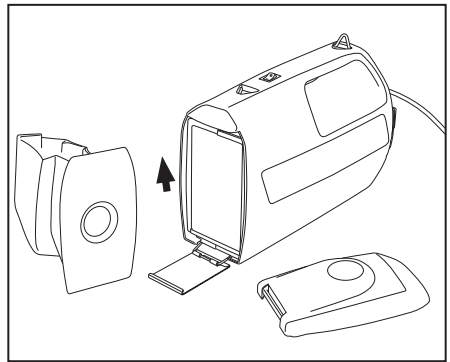

Fig. 16
- Installez un nouveau sac avec la flèche du carton pointant vers le haut de l'aspirateur (Fig. 16).